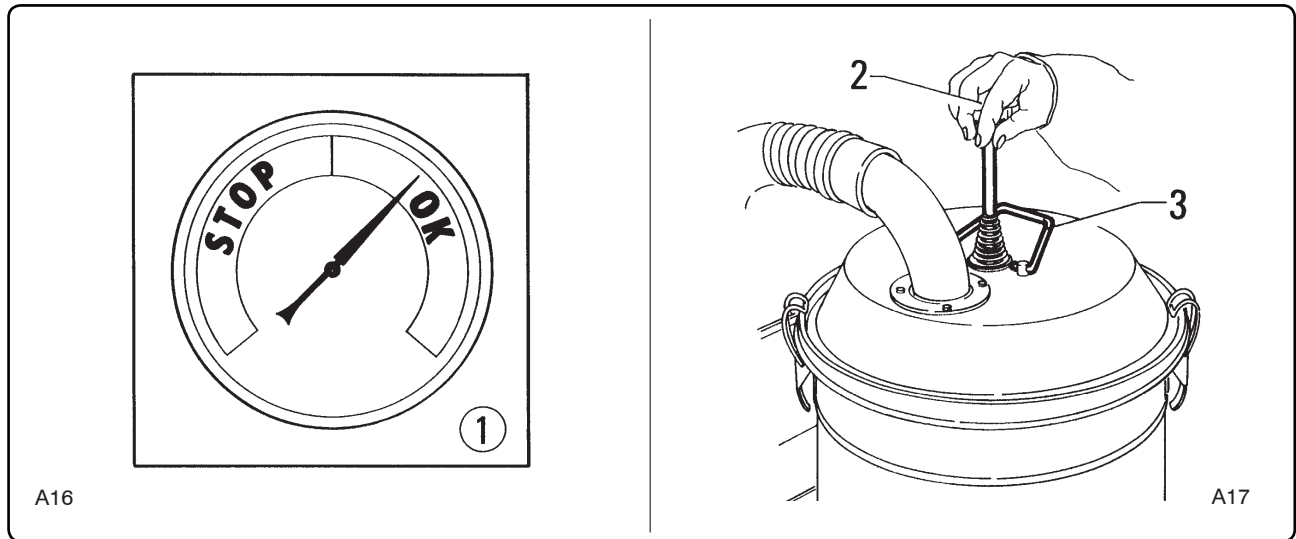

Fig. 6.2.1
6.2 - Pulizia del filtro primario (fig. 6.2.1)
6.2 - Cleaning the primary filter (fig. 6.2.1)
6.2 - Nettoyage du filtre principal (fig. 6.2.1)
6.2 - Reinigung des Hauptfilters (Abb. 6.2.1)